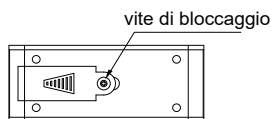

Fig.1
- Allentare la vite di bloccaggio del coperchio della batteria (Fig. 1).